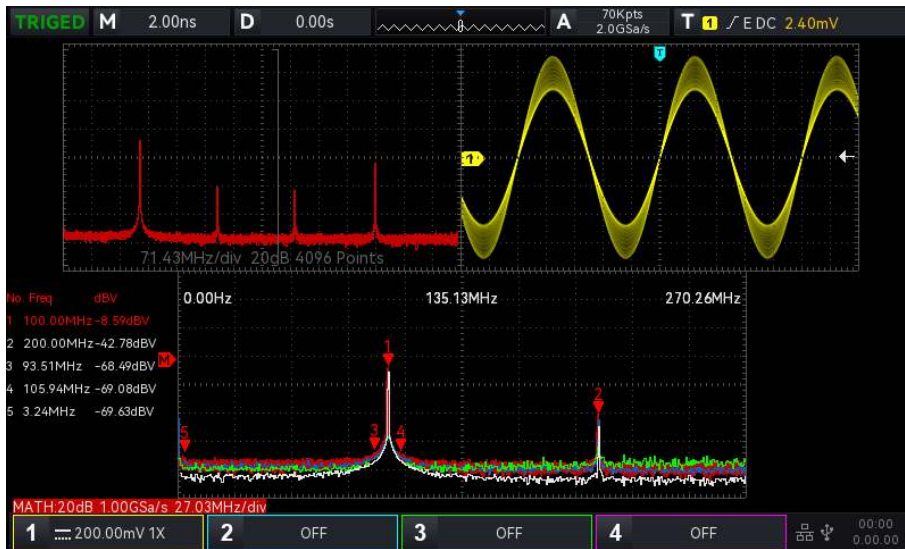

Abbildung 17-1
- a. Geteilter Bildschirm: Zeigen Sie die Wellenform der Quelle und die Wellenform des FFT-Spektrums in einem geteilten Bildschirm an und erweitern Sie den Bildschirm, um das Spektrum anzuzeigen, wie in Abbildung 17-1 gezeigt.